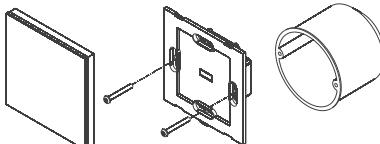

Рисунок 2. Установка панели в монтажную коробку.
3.6. Установите панель в монтажную коробку и закрепите ее при помощи двух винтов (рисунок 2).